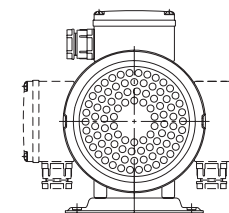

Fig.1
2.2.4 本產品馬達接線盒為可移動設計，如第2頁 Fig.1 所示，調整步驟首先將馬達及泵浦間固定螺絲拆下後再轉泵浦至預定位置，再將固定螺絲鎖緊並將風罩裝回即可。